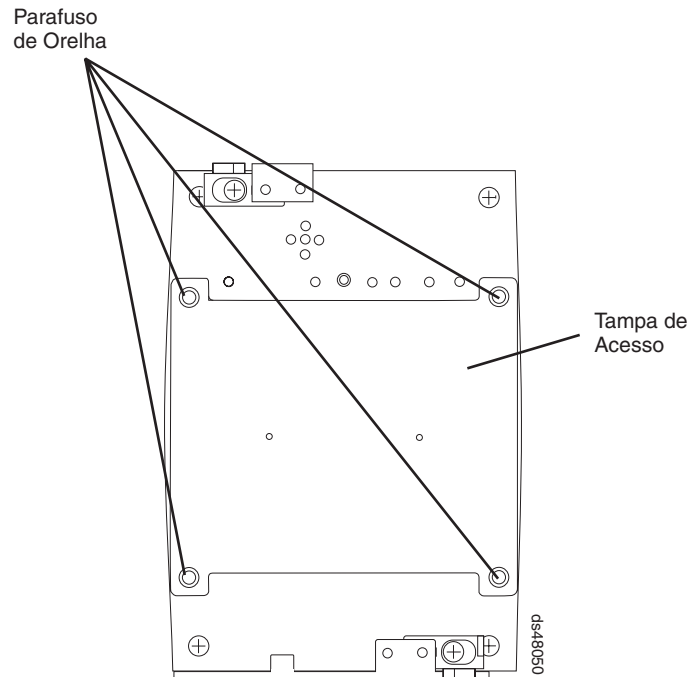

Figura 135. Tampa de Acesso à Bateria na Unidade de Interconexão de Baterias
7. Remova a tampa de acesso à bateria da parte frontal da unidade de interconexão de baterias removendo os parafusos de aperto manual que prendem a tampa no componente. A Figura 135 na página 230 mostra a tampa de acesso e os parafusos de montagem na unidade de interconexão de